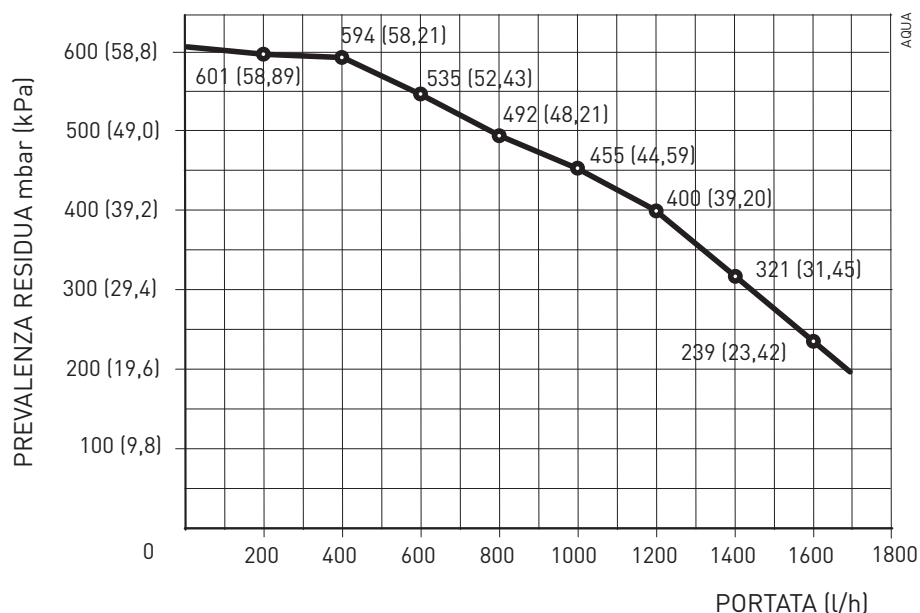

Fig. 11
La prevalenza residua per l'impianto di riscaldamento è rappresentata, in funzione della portata, dal grafico di fig. 11.
3.3 Diagnosi e soluzioni POMPA ALTA EFFICIENZA (fig. 11/a)